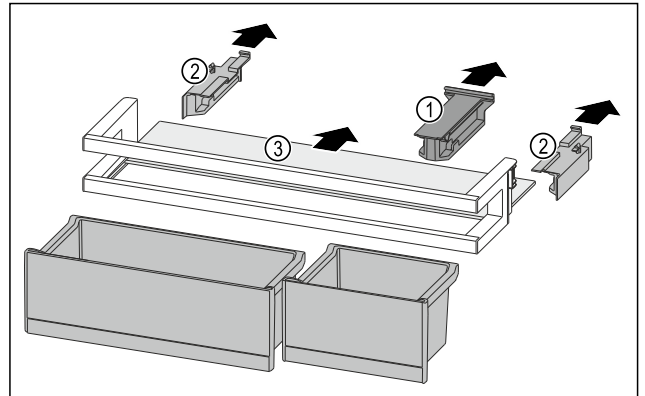

Fig. 119
- ▶ Изтеглете задържащата част Fig. 119 (1).
- ▶ Изтеглете страничните части Fig. 119 (2).
- ▶ Свалете рафта Fig. 119 (3).